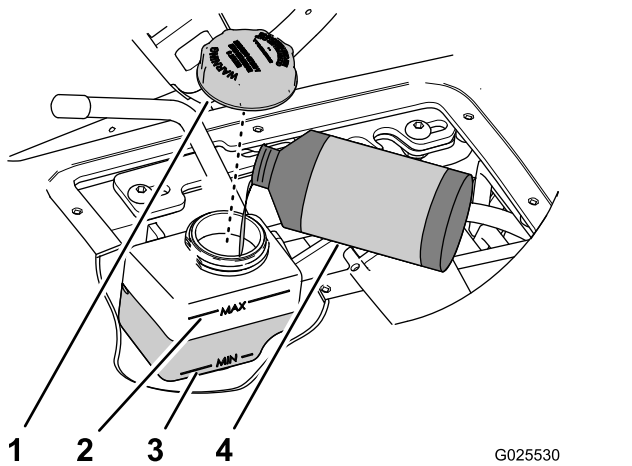

Figura 61
4. Controllate il livello del fluido nel serbatoio per il cilindro di controllo della velocità (Figura 61).
- A. Pulite la superficie attorno al tappo del serbatoio (Figura 61).
- B. Togliete il tappo del serbatoio (Figura 61).
- C. Aggiungete il fluido specifico per aumentare il livello a metà tra i segni di Min e Max sul lato del serbatoio (Figura 61).
- D. Montate il tappo serrandolo manualmente (Figura 61).